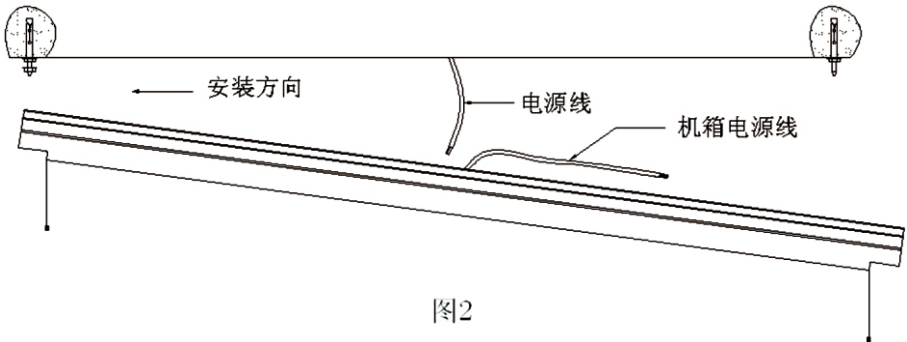

图2
- 5. 拆下两端的端盖，小心托起主机，按图 2 所示，将主机一端插在两个膨胀螺丝的垫片上，接着托起另一端把垫片及螺母装上锁紧，然后，再把第一端的螺母拧紧。